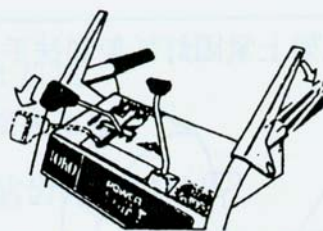

图 20
2. 将速度换档杆完全推前至动力换档位置并握紧。(图 20)
3. 握紧动力驱动控制杆使轮子移至相应位置。(图 20 和 21)移轮时需轻微抬起扶手，来协助移轮。